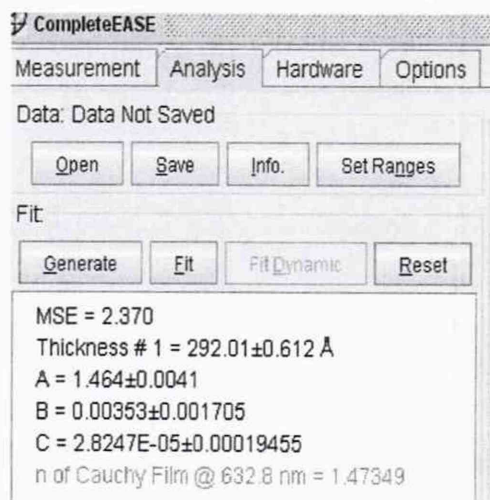

Рисунок 18 – Результаты расчета толщины
10.2.2.10 Результаты измерений толщины (рисунок 18) занести в протокол (Приложение А).